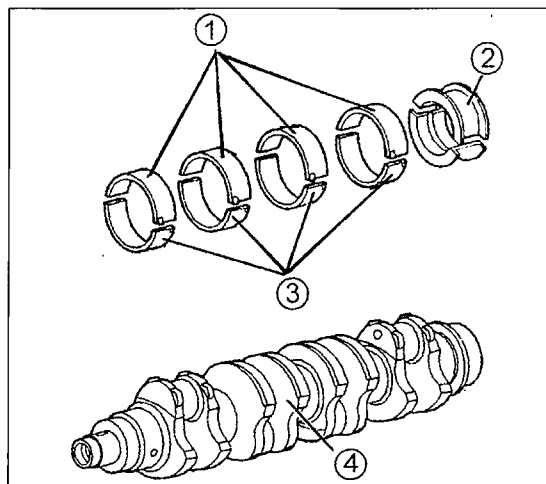

Bild 105
2.5/2.8-Liter-Motors sind in Bild 105 gezeigt. Bei der Welle eines 2.0-LiterHDI-Motors sieht es ähnlich aus, mit dem Unterschied, dass anstelle der geflanschten Lagerschalen am Lager Nr. 2 Halbscheiben zur Aufnahme des Axialspiels eingebaut sind. Das Axialspiel der Kurbelwelle wird durch die Anlaufhalbschalen an einem der Kurbelwellenlager reguliert.
abgenutzt). Bei den anderen Motoren wird das Axialspiel durch den Einbau der geflanschten Lagerschalen (2) in Bild 105 reguliert.